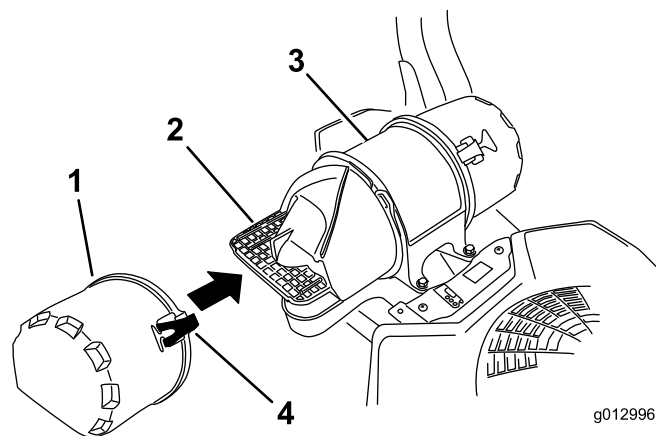

Figure 27
3. Déverrouillez le filtre à air et détachez le couvercle du boîtier du filtre (Figure 27).
5. Reposez le couvercle d'entrée d'air et fixez-le avec les verrous (Figure 27).
- Remettez en place et verrouillez le couvercle du filtre à air (Figure 27).